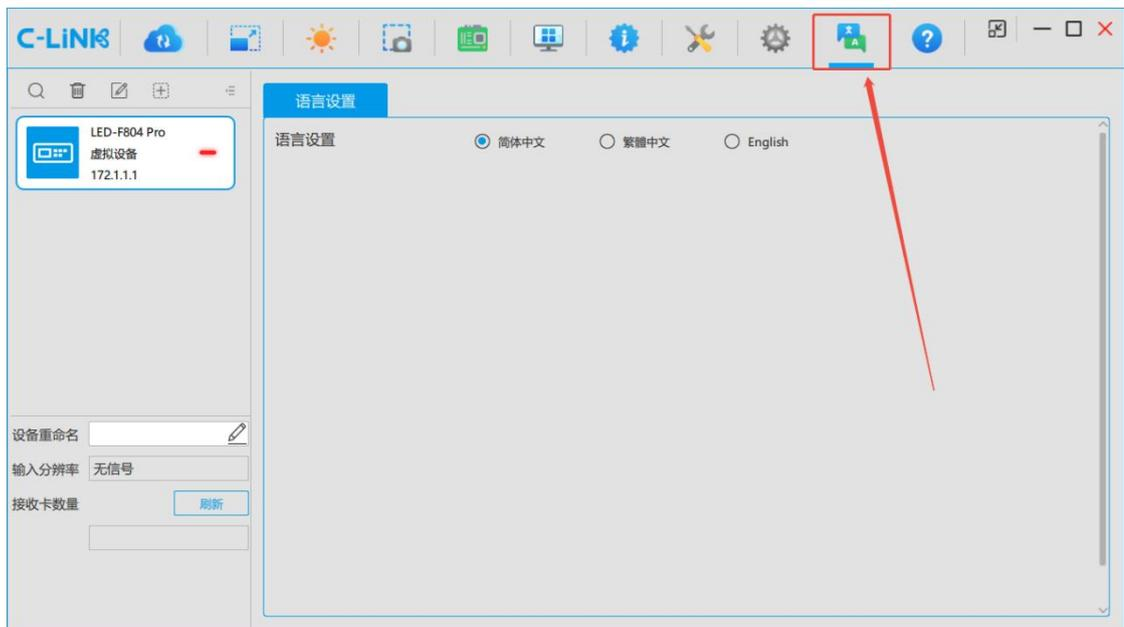

图 16-1 语言设置
- 步骤 1 打开 CLINK 软件点击“语言”页签如图 16-1